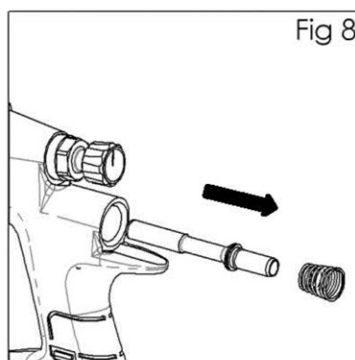

Fig 8
6. Quite el resorte (21) y el husillo de la válvula (20). (Ver Fig. 8).